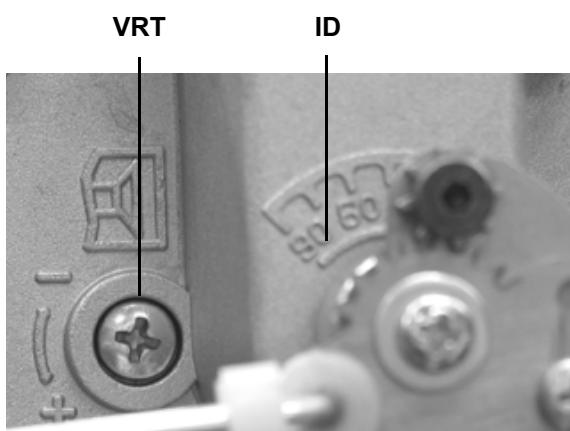
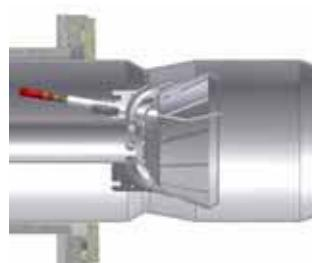

Fig. 11
Fig. 12 - Capul in pozitia "complet - inainte"
- 8 Arzatorul este setat din fabrica cu capul de ardere la pozitia pozitia care se refera la puterea "MAX" . Setarea puterii maxime referitor la pozitia "complet-inainte" a capului de ardere, in ce priveste modelele (Fig. 12),si pozitia "complet-inapoi" pentru arzatoare Low NOx (Fig. 13). Daca pentru pozitia "complet-inainte" , capul este plasat in interiorul cazonului, la pozitia "complet-inapoi" inseamna ca acesta este plasat spre operator. Pentru reducerea puterii de operare,mutati progresiv capul de ardere spre pozitia de "MIN", rotind in sensul acelui de ceas surubul **VRT** (Fig. 11) . Indexul marcat **ID** arata cat de mult s-a deplasat capul de ardere.